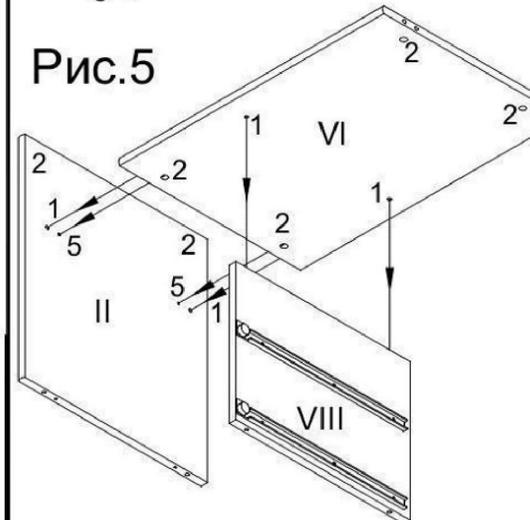

Рис.3
Положить боковину левую (II) и дверь (XI) как показано на рис.3. Привинтить к боковине левой (II) планки петель (12) имеющимися в комплекте винтами, см.рис.3. Вставить стяжки-эксцентрики (2) крестовым пазом вверх и стрелкой в направлении отверстий на торцах (см.рис.3). Ввернуть дюбеля стяжек-эксцентриков (4), см.рис.3.
Прикрепить к двери (XI) петли (13) саморезами (6) как показано на рис.3. Привинтить ручку-скобу (8) имеющимися в комплекте винтами, см.рис.3.